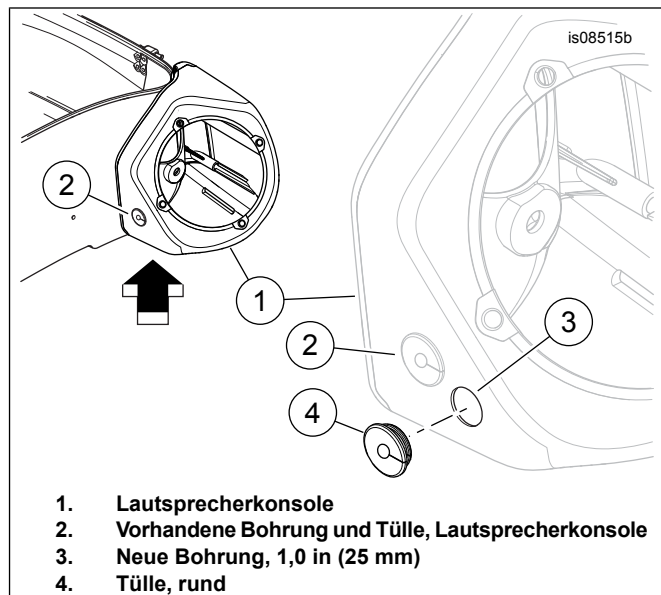

Abbildung 1. Tülleneinbau
Siehe Abbildung 1. In die einzelnen Lautsprecherkonsolen (1) ein **neues** Loch (3) bohren, dessen Abstand zur vorhandenen Tülle (2) ungefähr der Abbildung entspricht. Länge/Abmessung/Abstand: 25 mm (1 in)